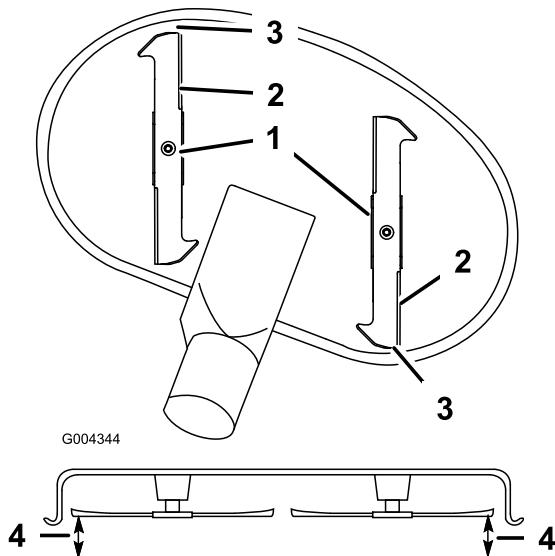

Figura 55
9. Regule a altura de corte na posição **D** (76 mm) e rode cuidadosamente as lâminas para que fiquem viradas da frente para trás (Figura 55).
10. Meça da ponta da lâmina da frente até à superfície plana e da ponta da lâmina de trás até à superfície plana (Figura 55). Se a parte da frente da lâmina não estiver 1,6-7,9 mm mais baixa do que a ponta da lâmina de trás, ajuste as porcas de bloqueio da frente.